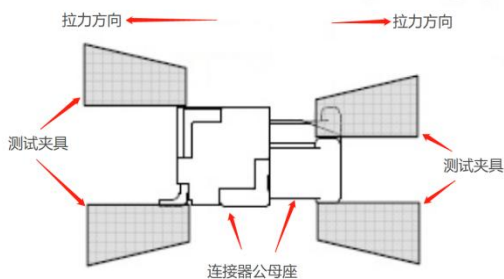

图 6-2 连接器公母头连接卡扣拉力测试示意图
2、连接器公母头连接卡扣允许拉力值如表 6-2, JST 连接器公母头连接卡扣拉力测试示意图如图 6-2。注意从接口处拔出接线端子时请勿直接拔出, 需先扣动端子前端卡扣使卡扣松脱后再轻轻拔出即可, 直接拔出端子易使卡扣断裂导致连接不稳定。